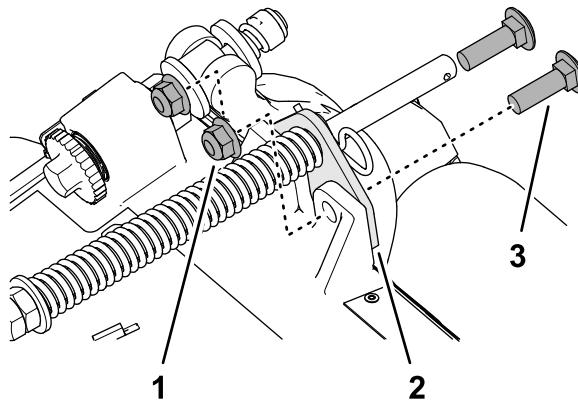

Figure 13
2. Retirez les 2 contre-écrous à embase ($\frac{3}{8}$ po) et 2 boulons de carrosserie ($\frac{3}{8} \times 1\frac{1}{4}$ po) qui fixent le support du compensateur au cadre de l'unité de coupe (Figure 13).